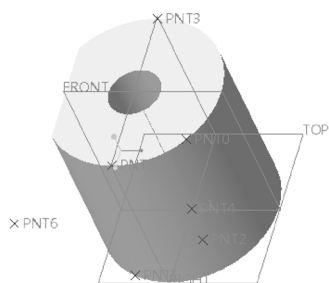

图 3-65 文件中的原始模型
1) 单击 (打开) 按钮，弹出“文件打开”对话框，选择位于配套光盘“CH3”文件夹中的“bc_jzqx_2.prt”文件，单击对话框中的“打开”按钮，文件中的原始模型如图 3-65 所示。为了便于在图形窗口中选择基准点，建议在功能区的“视图”选项卡中选中 (点标记显示) 图标。